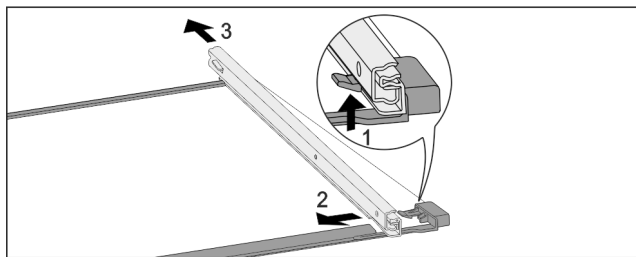

Fig. 168 Skleněná deska s kolejničkami
- ▶ Přední aretační háček zatlačte nahoru. Fig. 168 (1)
- ▶ Výsuvnou kolejničku vysuňte stranou Fig. 168 (2) a dozadu Fig. 168 (3).